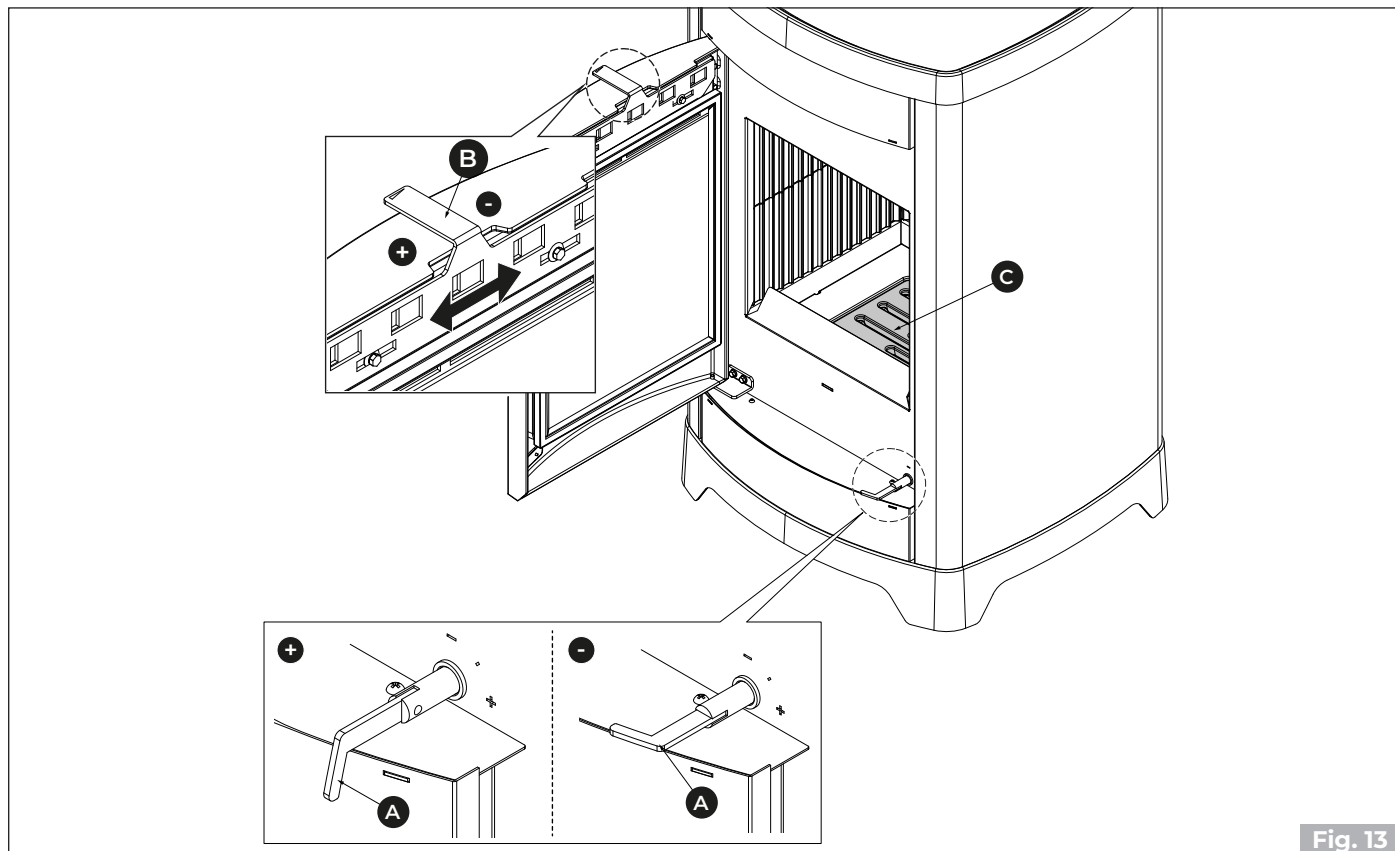

Fig. 13
- Utilizzando il guanto in dotazione, aprire al massimo (+) il registro aria primaria **(A)** e pulizia vetro **(B)** (**Fig. 13**).
La combustione viene regolata dal registro aria (A) (Fig. 13). Ruotandolo verso i simboli (+) o (-) si otterrà un maggiore o minore flusso d'aria comburente e di conseguenza una combustione più rapida o più lenta.